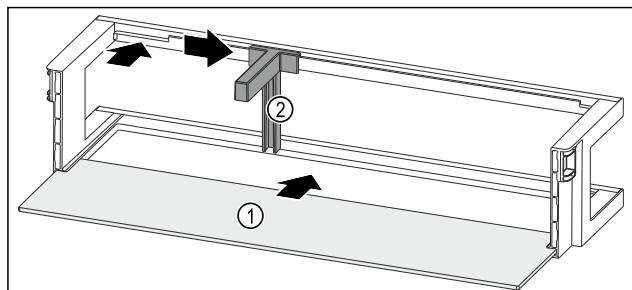

Fig. 96 Odkladací priestor vo dverách s odkladacou plochou
- Zasuňte odkladaciu plochu Fig. 96 (1) do bočných vybraní.
- Vložte držiak fliaš Fig. 96 (2) do vybrania.
- Potlačte držiak fliaš Fig. 96 (2) v požadovanej polohe do strany.